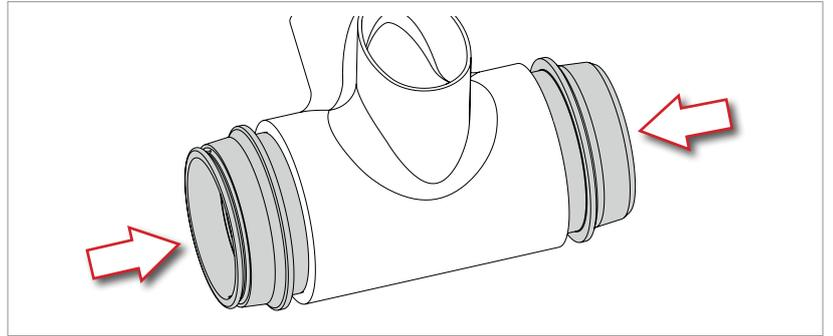

Fig.1
- Coloque ambas cazoletas en la caja del pedalier hasta que note que aumenta la resistencia en la cazoleta y que la junta tórica desaparece en el interior de la propia caja del pedalier (Fig. 1).